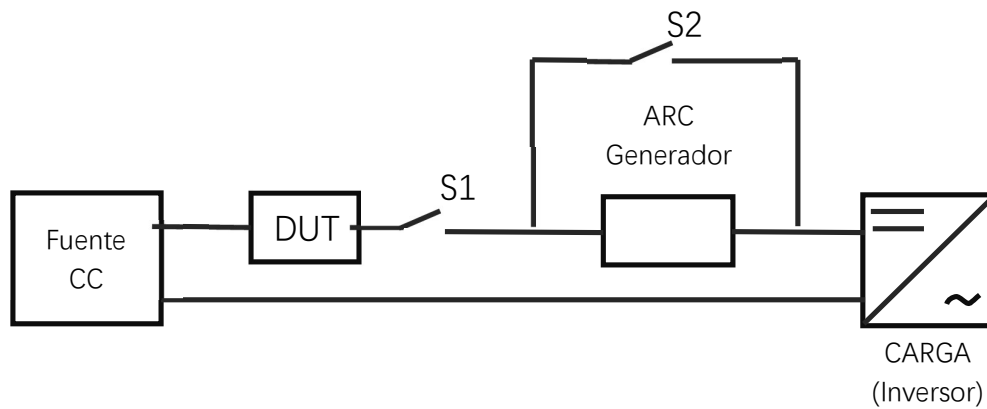

Figura 2. Circuito de prueba de arco en serie
que el arco que se establecerá en todo el entrehierro. Para un detector de fallas de arco en serie, **que se denomina dispositivo Tipo 1 en UL 1699B**, en el circuito de prueba se coloca el generador de arco en serie con el **Dispositivo Bajo Prueba (DUT)**, como se muestra en la Figura 2. La fuente de alimentación CD puede ser una matriz de módulos fotovoltaicos o una fuente de alimentación. La carga puede ser un inversor, como se muestra en la figura, finalmente, se requieren dos interruptores para iniciar la prueba. El interruptor de serie S1 evita que el arco se inicie hasta que se cierra este interruptor, y se puede utilizar para pruebas en las que no se necesita corriente establecido en el circuito antes de la formación del arco. El interruptor de derivación S2 pasa por alto el arco generador cuando está cerrado, permitiendo que el circuito funcione normalmente hasta que se abre, momento en el cual se establecerá el arco.
- **Inhibición de funcionamiento:** el dispositivo debe poder detectar arcos incluso en presencia de señales de enmascaramiento, incluido el ruido de conmutación del inversor, cadenas paralelas y diferentes líneas impedancias. esta prueba requiere variaciones del circuito de la Figura 2; por ejemplo, la línea prueba de impedancia requiere agregar 200 pies de cable entre el DUT y el interruptor S1, para simular los efectos de la impedancia del cable de una matriz.